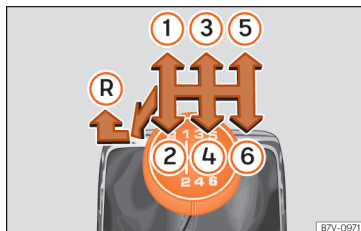

Abb. 237 Schaltschema des 6-Gang-Schaltgetriebes.
Auf dem Schalthebel sind die Positionen der einzelnen Fahrgänge dargestellt **Abb. 237**.
- Schalthebel auf Leerlauf stellen und nach unten drücken, ganz nach links und dann nach vorne schieben, um den Rückwärtsgang **Abb. 237** einzulegen.